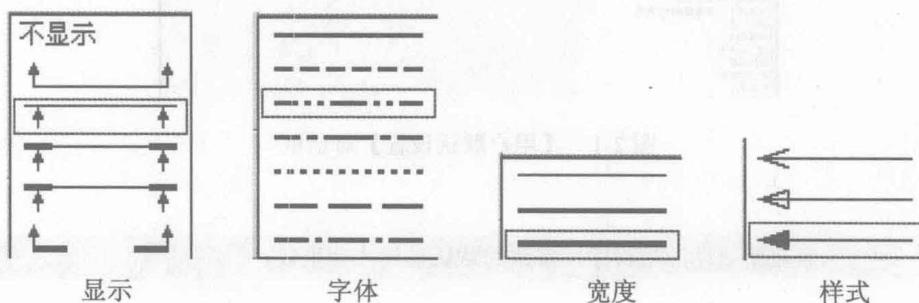

图 1-23 剖切线示意图
- 显示：该选项用于设置截面线符号的显示类型，如图 1-23 所示。
- 字体：该选项用于设置截面线符号的线型，该项 GB 标准为灰色，如图 1-23 所示。
- 宽度：该选项用于设置截面线符号的线型宽度，该项 GB 标准为粗，如图 1-23 所示。
- 样式：该选项用于设置截面线符号箭头样式，如图 1-23 所示。